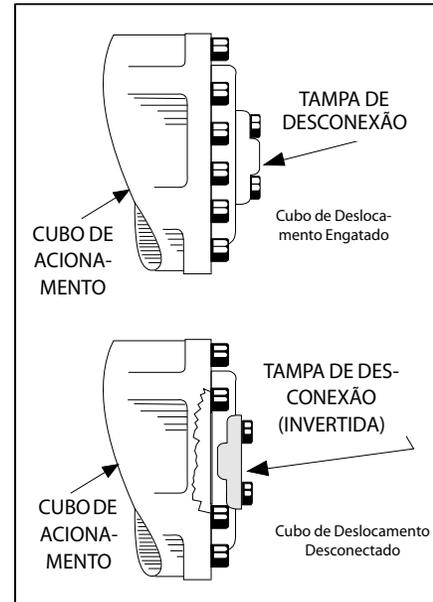

Figura 4-5. Cubo de Desconexão de Deslocamento
2. Desconecte os cubos de deslocamento invertendo a tampa de desconexão. (Veja a Figura 4-5.) Após rebocar a máquina, faça o seguinte:
3. Conecte novamente os cubos de deslocamento invertendo a tampa de desconexão. (Consulte a Figura 4-5.)